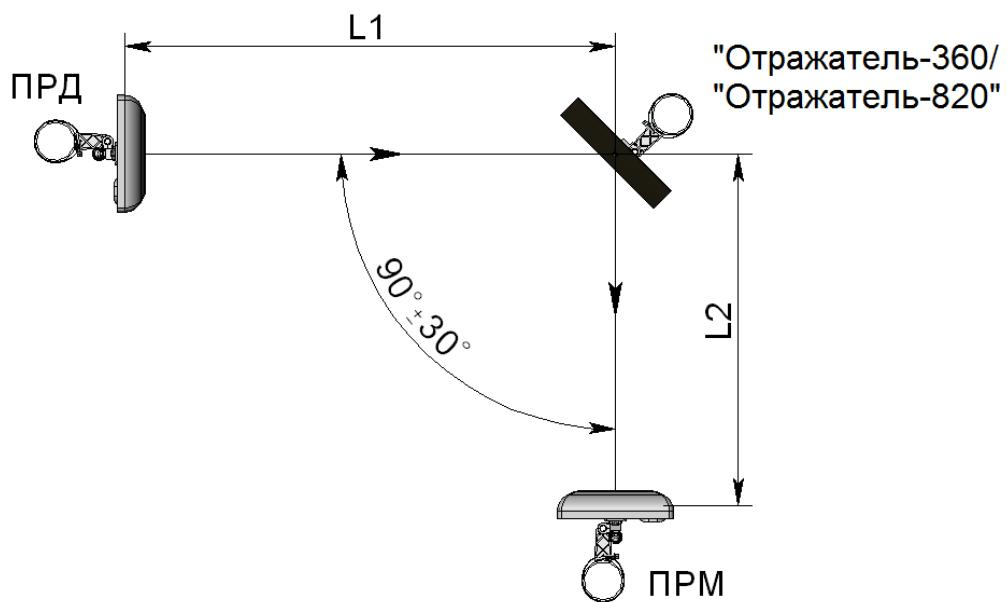

Рисунок 2.10 – Установка извещателей с применением отражателя «Отражатель-360» («Отражатель-820»)
2.3.9.2 При работе извещателей «FMW-3», «FMW-3/1», «FMW-3/2» с «Отражателем-360» (см. рисунок 2.10) суммарная длина зоны обнаружения L1+L2 (где L1 – расстояние между блоком ПРД и отражателем, L2 – расстояние между отражателем и блоком ПРМ) не должна превышать: